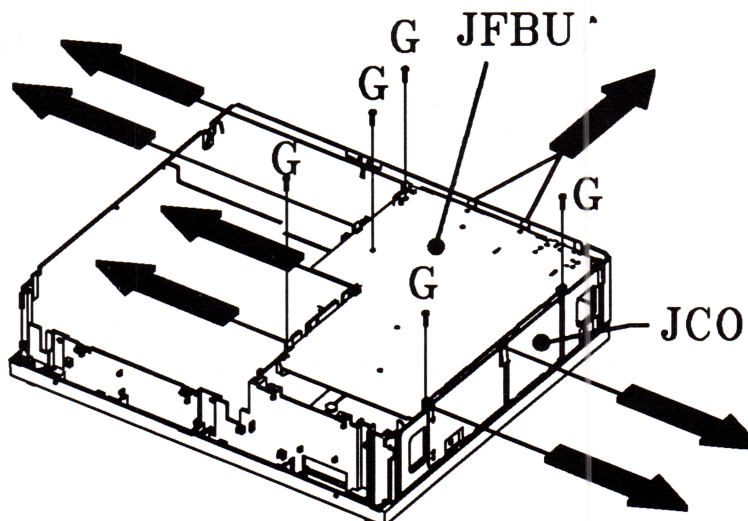

Fig. 5
- De zeven klikhaakjes ontgrendelen (zie afb. 5).